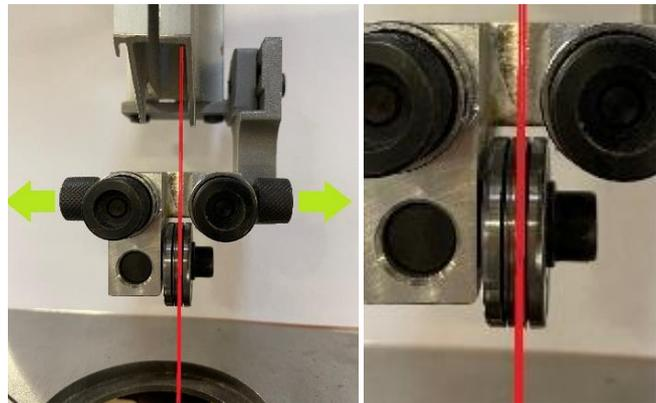

Figure 19
- Die beiden seitlichen Lager wurden schon auseinandergezogen (Fig 19).